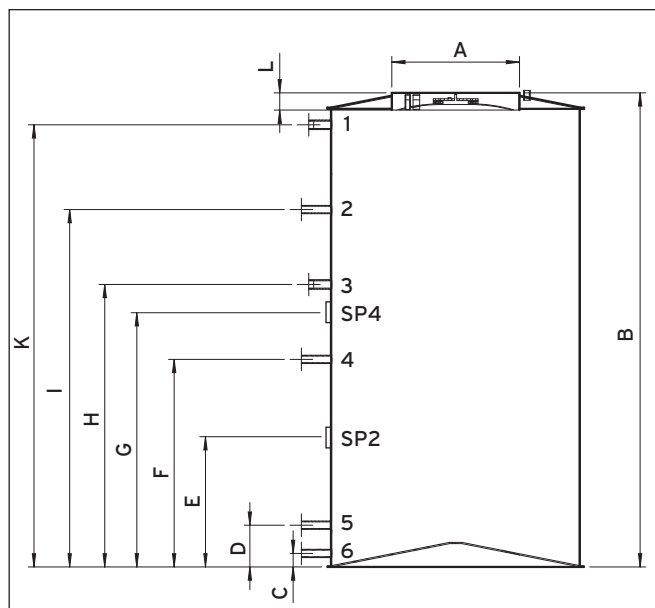

Fig. 4.6 Dimensions de raccordement du ballon combiné auroSTOR VPS SC 1000, vue
- Montez une pièce en T avec robinet à boisseau sphérique sur le raccord de l'entrée chauffage (**6**, fig. 4.6) pour pouvoir remplir ou vidanger le ballon.
- Montez la conduite pour l'entrée chauffage (**6**, fig. 4.6) sur le ballon combiné.
- Montez les conduites pour la sortie chauffage (**3**, fig. 4.6) sur le ballon combiné.
- Montez les conduites pour le départ solaire (**4**, fig. 4.6) sur le ballon combiné.
- Montez les conduites pour le retour solaire (**5**, fig. 4.6) sur le ballon combiné.